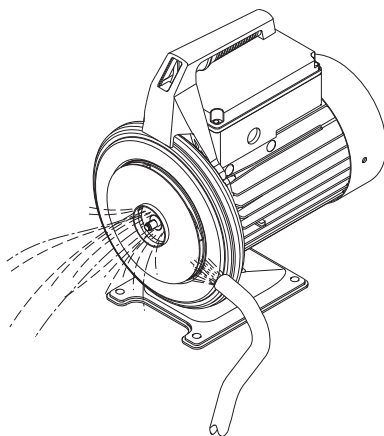

Fig. 7 Curățarea rotorului
7. Verificați dacă rotorul (poz. 49) nu este murdar. Curățați rotorul folosind o perie sau jet de apă, dacă este cazul. Vezi fig. 7.